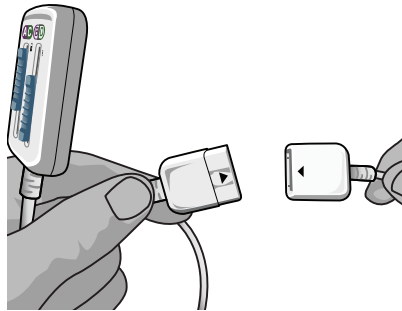

Abbildung 4: Externer Teststimulator 2 und Operationssaakabel 2x8 mit Kabelverlängerung
1. Die Operationssaakabelverlängerung am Operationssaakabel anbringen (Abbildung 4).